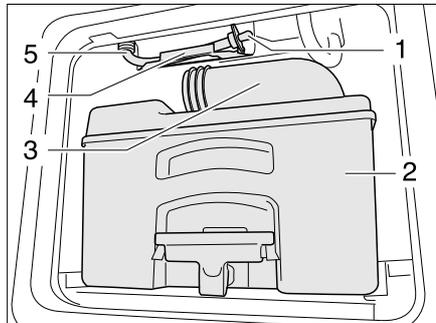

Bild 256 Ablaufschlauch Wassertank Toilette
- Kassette (Bild 256,2) an einer dafür zugelassenen Entsorgungsstelle entleeren und reinigen.
- Den Entleerungsstutzen (Bild 256,3) offen lassen.
- Ablaufschlauch (Bild 256,5) aus der Halterung (Bild 256,4) nehmen.
- Den Ablaufstößel (Bild 256,1) entfernen und Restwasser ausfließen lassen.